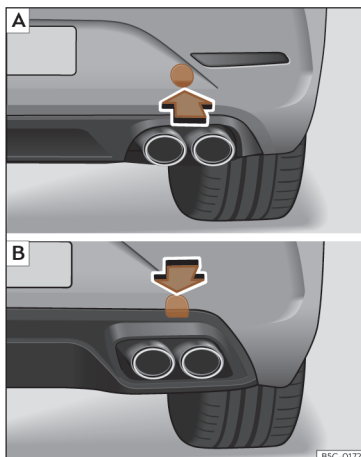

Fig. 209 No lado direito do para-choques traseiro: retirar a tampa. **A** Leon Sportstourer; **B** Leon.
O alojamento para a argola de reboque enroscável encontra-se na parte direita do para-choques traseiro, atrás de uma tampa >>> **Fig. 209**.
- *Leon Sportstourer*: Pressione sobre a zona inferior da tampa >>> **Fig. 209 A** para desencaixá-la.
- *Leon*: Pressione a zona superior da tampa >>> **Fig. 209 B** para desencaixá-la.
- Enrosque a argola de reboque no alojamento girando-a ao máximo **no sentido contrário ao dos ponteiros do relógio** >>> **Fig. 209**, >>> **Fig. 209**. Utilize um objeto adequado com o qual possa enroscar completa e firmemente a argola de reboque no seu alojamento.